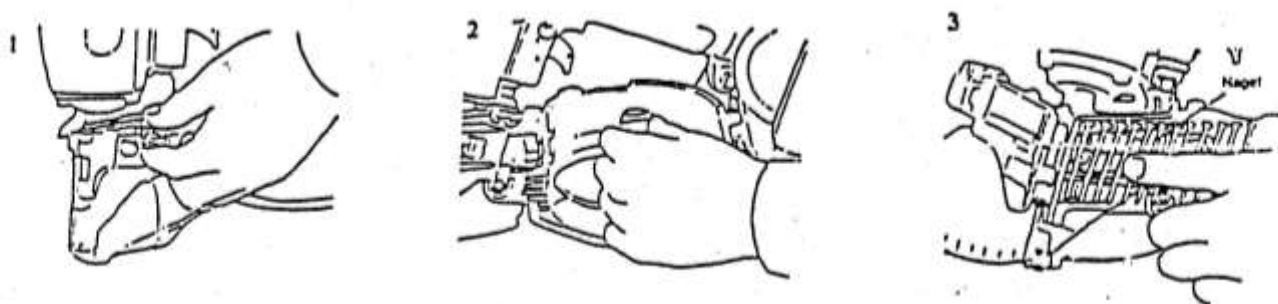

Рис. 2
Загрузка магазина: Откройте крышку носика (капот) и крышку магазина для гвоздей, как показано на картинке (1) Рис. 2. Установите регулирующую площадку в нужное положение в зависимости от длины используемых гвоздей (2). Вставьте ленту гвоздей в магазин, подайте гвозди вперед так, чтобы первый находился между зубцами подающего механизма (3). Затем закройте крышку магазина и крышку носика (капот).